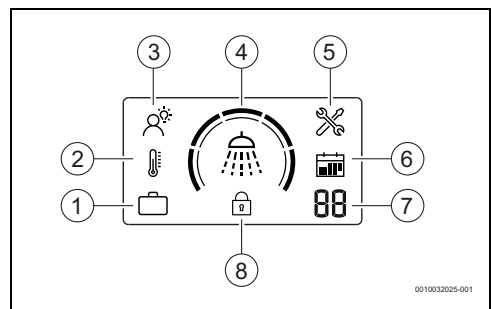

fig. 5 Montimi i pulit me ekran
- ▶ Shtypni tastin  derisa modaliteti SMART të shfaqet në ekran (→ Fig. 5 [3]).
- ▶ Shtypni tastin  derisa në ekran të shfaqet modaliteti Manual (→ Fig. 5 [2]).
- ▶ Shtypni tastin  derisa në ekran të shfaqet modaliteti Vacation (→ Fig. 5 [1]).
- ▶ Shtypni tastin  për të caktuar numrin e dëshiruar të ditëve të pushimit (→ Fig. 5 [7]).